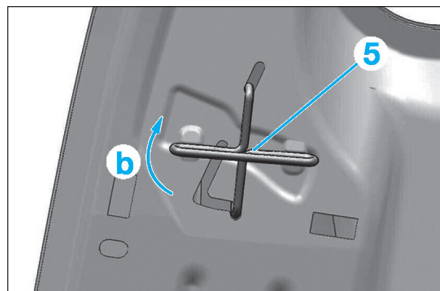

Fig. 21
- Déposer le guide de ceinture (5) suivant (b) (Fig.21).